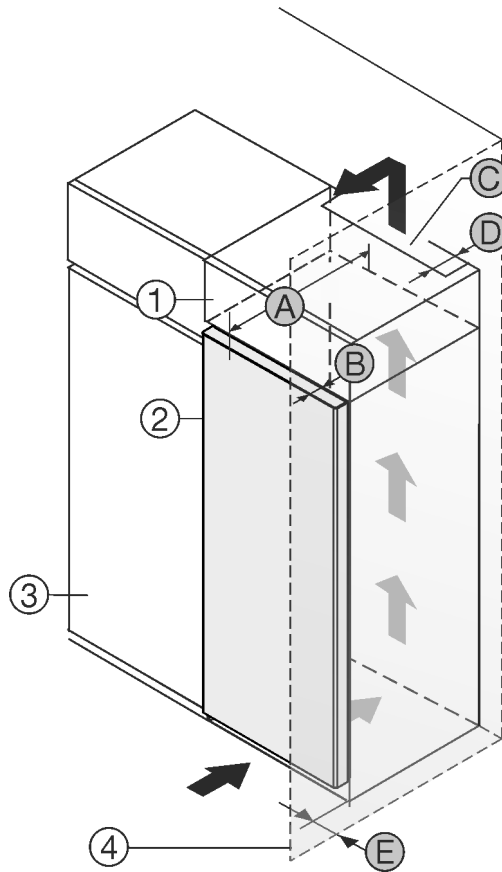

Fig. 1
Aparat lahko postavite neposredno ob kuhinjsko omaro Fig. 1 (3)*.
Na zadnji strani nadgradne omare mora biti zaradi prezračevanja in odzračevanja po vsej širini nadgradne omare prezračevalni jašek globine Fig. 1 (D)*.
Pod stropom je treba upoštevati presek prezračevanja Fig. 1 (C)*.
Če aparat postavite s tečaji ob steni Fig. 1 (4), mora razdalja med aparatom in steno znašati vsaj 13 mm.*
Da lahko vrata povsem odprete, mora aparat štrleti ven vsaj za globino vrat Fig. 1 (B) glede na sprednji del kuhinjske omarice. Odvisno od globine kuhinjskih omaric Fig. 1 (3) in uporabe stenskih distančnikov lahko aparat štrli bolj ven.*